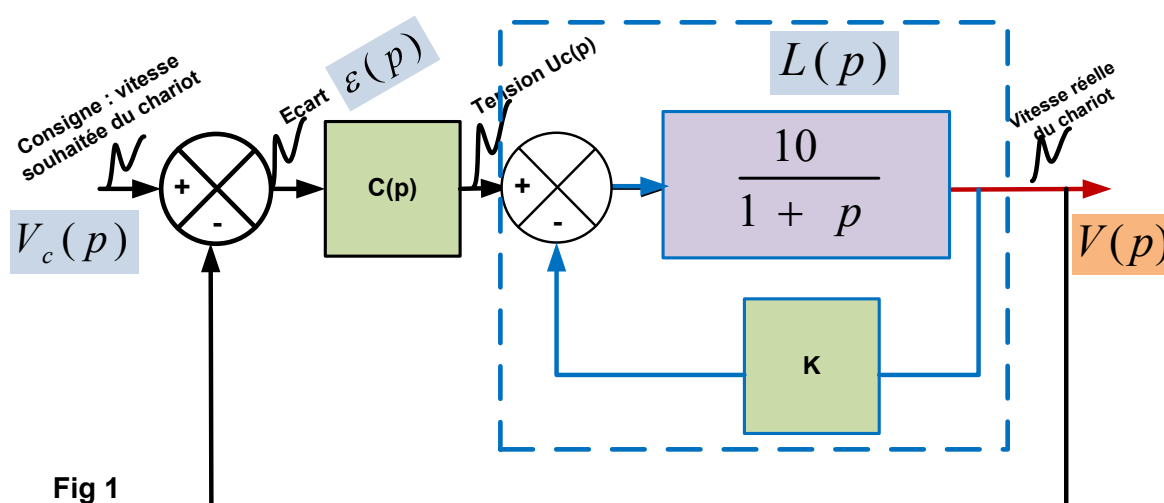

Fig 1
0.1-On donne le schéma bloc simplifié (figure 1) d'un système d'asservissement en vitesse d'un chariot.